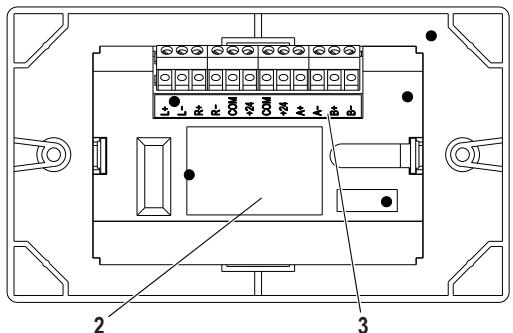

Fig. 2 Posición de la etiqueta FC410DDM.
- 2) Encaixe a FC410DDM e as etiquetas de identificação de terminal na cobertura protetora (ver Fig. 2).